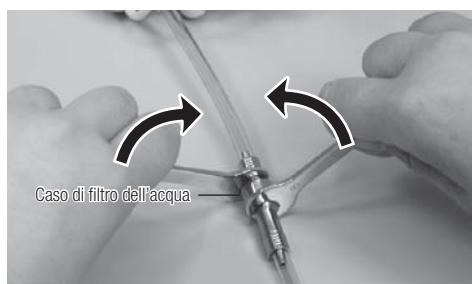

Fig. 25
(3) Sostituzione del filtro dell'acqua (Utilizzo della rete idrica)
- Chiedere la valvola della rete idrica a cui è collegato PRESTO AQUA LUX. Utilizzare due chiavi inglesi (5x8) come illustrato dalla Fig. 25 e ruotarle nella direzione indicata dalla figura. Se al termine di questa operazione il tubo dell'acqua si torce, rimuovere le chiavi inglesi e assicurarsi che il tubo tra il filtro dell'acqua e l'unità sia dritto.